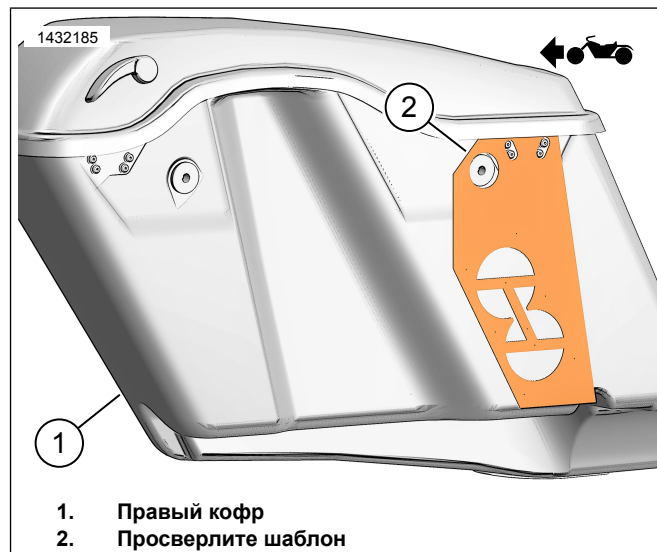

Рисунок 9. Шаблон для правого кофра
- Рисунок 9 Разместите шаблон (2) на правом кофре (1).